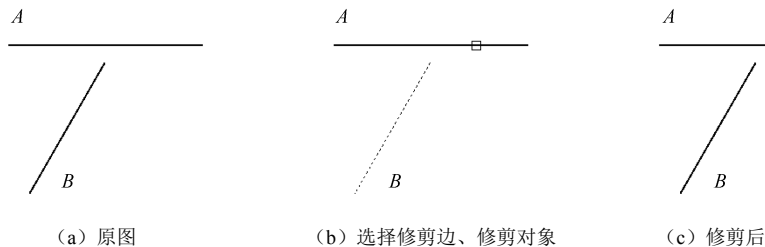

图 2-13 延伸方式修剪对象
(2) 延伸方式修剪对象。如果剪切边界与被修剪的对象实际不相交,但剪切边界延长之后与被修剪对象有交点,则可以采用延伸方式修剪对象到隐含交点。
**例 2-2** 采用延伸方式修剪对象,将如图 2-13(a) 所示的图形修剪完成后如图 2-13(c) 所示。
[栏选(F)/窗交(C)/投影(P)/边(E)/删除(R)/放弃(U)]: //选取直线A右段, 如图2-13(b)所示